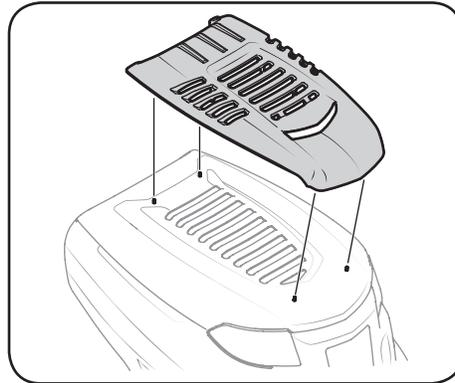

Figura 2-11
3. Calce la toma de aire en su lugar usando el capó como guía. Consulte la Figura 2-11.